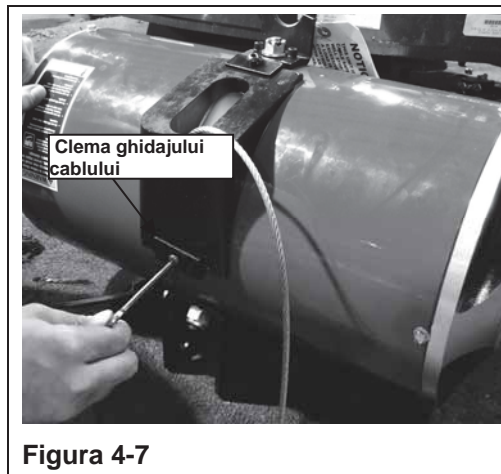

Figura 4-7
- Pas 7. Demontați ghidajul cablului și clema(ele) ghidajului cablului. (Vezi Figura 4-7)